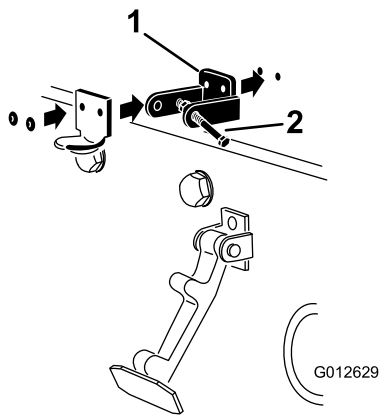

Figura 5
5. Remache el seguro de cierre, el cerradero y las arandelas al capó (Figura 5).